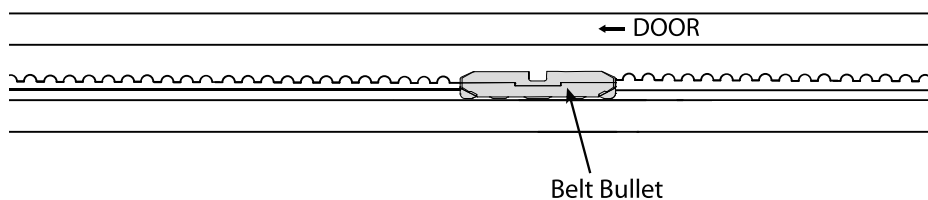

Fig. 6
6. Remueva los cuatro tornillos en la bala, separe las mitades de la bala y remueva la correa. Fig. 6
7. Inserte la correa extendida de reemplazo dentro del canal y vuelva a ensamblar la bala utilizando los cuatro tornillos. Fig. 6, asegure que la correa no esté torcida o unida.